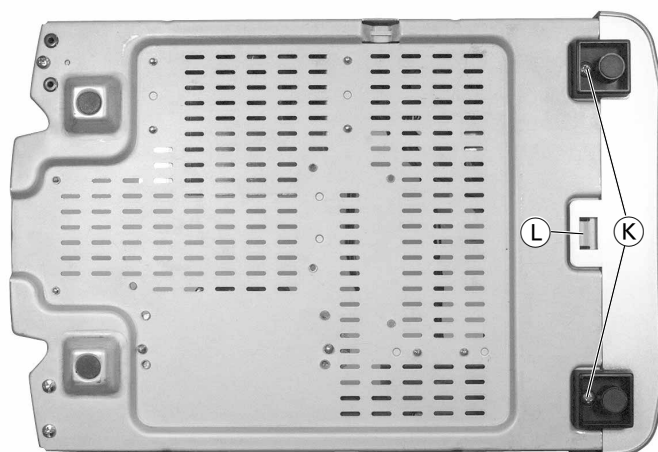

Fig. 10
- 2 Schrauben ⑫ (Fig. 10) herausdrehen.
- Rastnase ⑬ (Fig. 10) ausrasten.
- Undo 2 screws ⑫ (Fig. 10).
- Disengage hook ⑬ (Fig. 10).